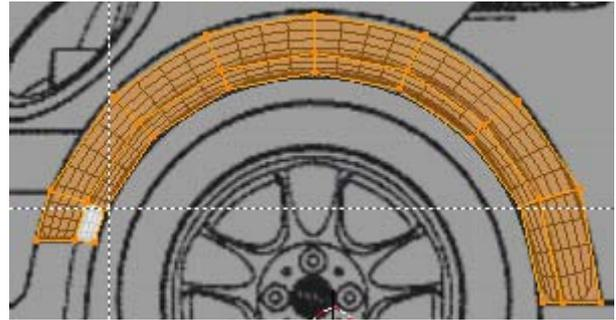

Figura 4.115
2. Seleccione cada um dos vértices desnecessários, **[Alt]** sobre uma das arestas, e elimine-os, **[X] > Edge Loop**, figura 4.115.
Note a representação da malha resultante da aplicação do modificador (o conjunto de pequenos quads, 16 por cada quad original), figura 4.115. Esta pode ser utilizada como referência para o reposicionamento dos vértices.